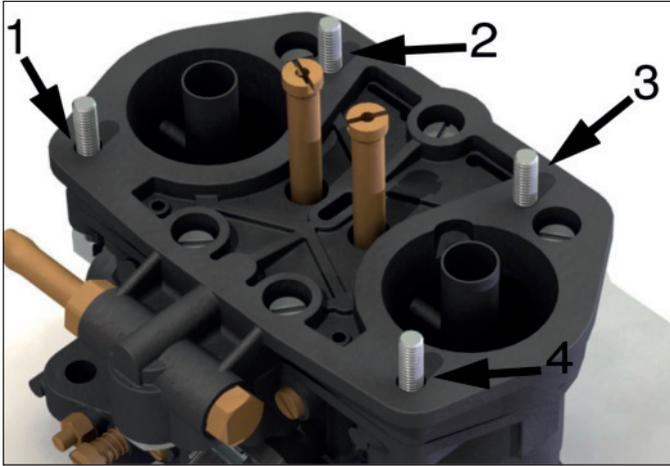

Fig. 5
- Unscrew the original screws/pins 1, 2, 3+4 of the carburetor cover as shown in Fig. 5 and replace them with the grub screws M6x25 and M6x40 included in the set. Use a little threadlocker to fit the new grub screws.
- Drehen Sie die Original Schrauben/Stifte 1, 2, 3+4 des Vergaserdeckels, wie in Fig.5 zu sehen heraus und ersetzen Sie diese durch die im Set enthaltenen Gewindestifte M6x25 und M6x40. Verwenden Sie für die Montage der neuen Gewindestifte ein wenig Schraubensicherungsmittel.